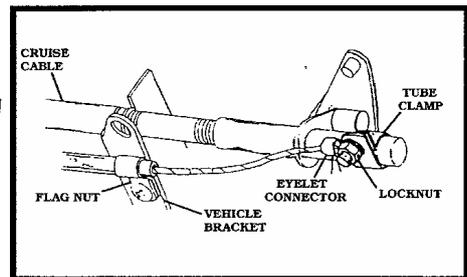

Figure 15
4. Figure 15就是Ford 汽車使用“鞍型管夾”例子。